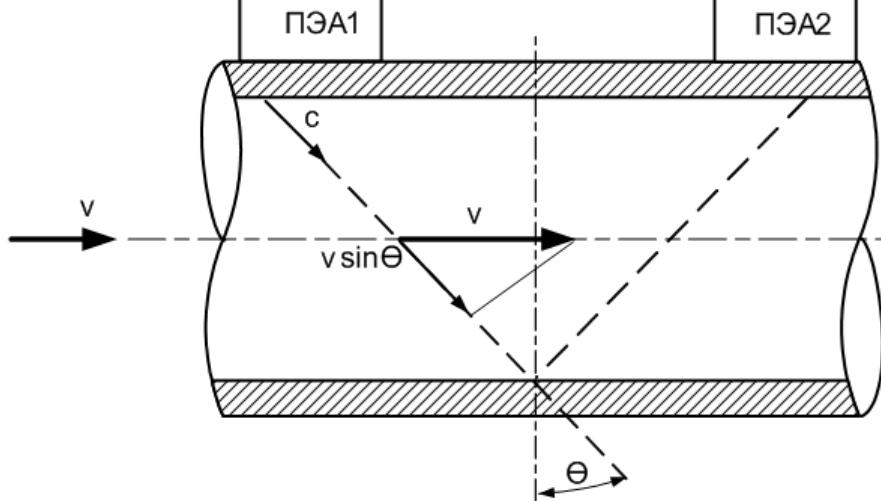

Рис.1. Схема прохождения УЗС.
- 1.5.1.2. Электрические зондирующие импульсы, генерируемые ВП, попаременно поступают на ПЭА1 и ПЭА2 (рис.1).